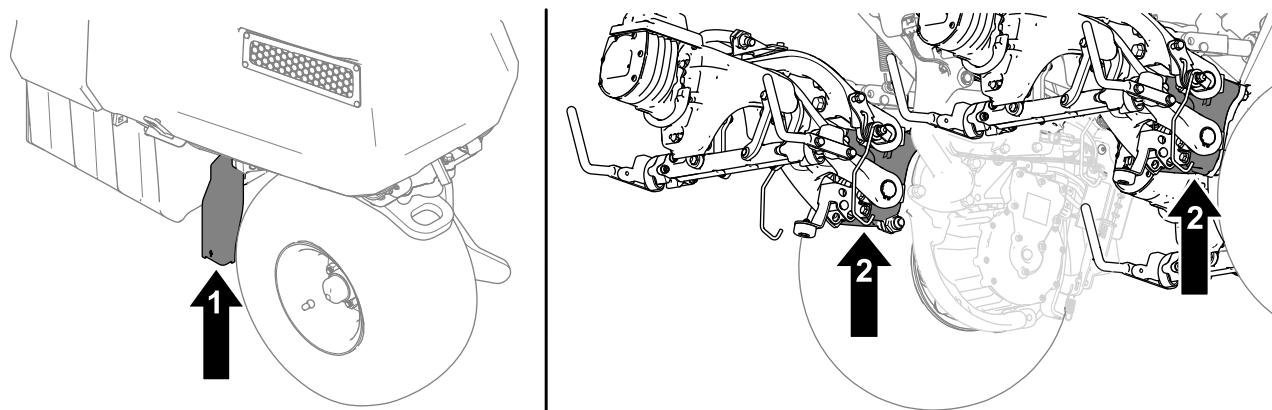

図 39
2. マシンを浮かせたら、以下の部分に適切なジャッキスタンドを入れて機体を支える図 39。